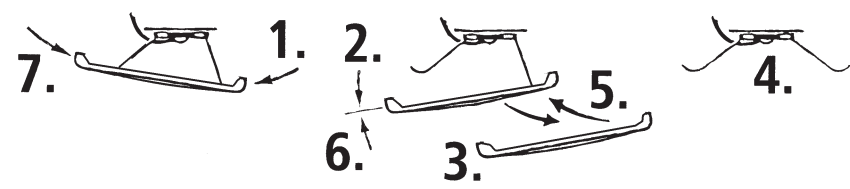
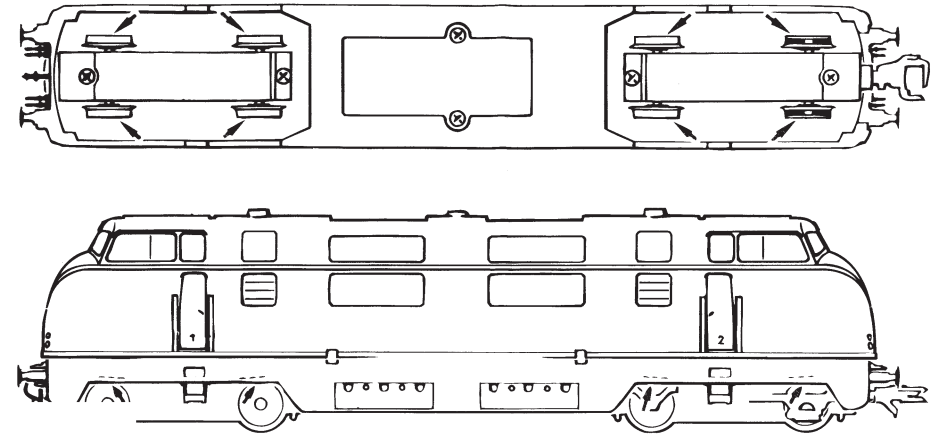

Fig. 7
Fig. 4
5. Kohlebürstenwechsel: Lokgehäuse abnehmen (Fig. 4). Danach wird der **Motor ausgebaut** (Fig. 10) und die **Kohlebürsten ausgewechselt**.
Funcionado en modo digital: primero extraer la carrocería (fig. 4). Luego quitar el decodificador de la interfaz. Finalmente poner la clafija del chip en la interfaz como se muestra en la Fig. 6.
Antes de lubricar desmontar la locomotora (fig. 4). Recomendamos utilizar la aceitera Roco ref. 10906. Para lubricar los engranajes (ej. Ruedas dentadas, engranaje de tornillo sin fin). Recomendamos la grasa especial Roco (Ref. 10905). Atención: no poner aceite en estas partes cuando se usa nuestra grasa.
3. Cambio de luces: primero sacar la carrocería (fig. 4) y entonces cambiar las luces (fig. 7).
5. Cambio de carbones: sacar la carrocería (fig. 4) y después el motor (fig. 10).
Running in digital mode: First remove loco body (fig. 4). Then remove the jumper from the interface. Finally put the plug of the chip into the interface as shown in fig. 6.
2. Lubrication: Apply **tiny oil drops** to spots marked in fig. 9. Prior to lubrication dismantle locomotive (fig. 4). We recommend using item no **10906, Roco oiler**. For lubrication the gear-parts (e.g. cog-wheels, worm,...) we would recommend our Roco **special grease** (item No. **10905**).
3. Change of lights: First remove loco body (fig. 4) and then change **lights**. (fig. 7).
5. Carbon Brush Changing: First **remove** loco body (fig. 4), and then the **motor** (fig. 10).
voir } Fig. 4